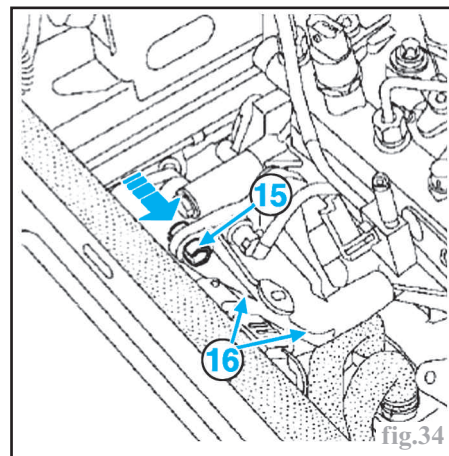

fig.34
- repousser la bague (15) du support arrière de pompe haute pression (fig.34).
**Nota** : il peut être nécessaire de desserrer les deux vis (16) de fixation du support arrière pour faciliter la repose de la pompe.